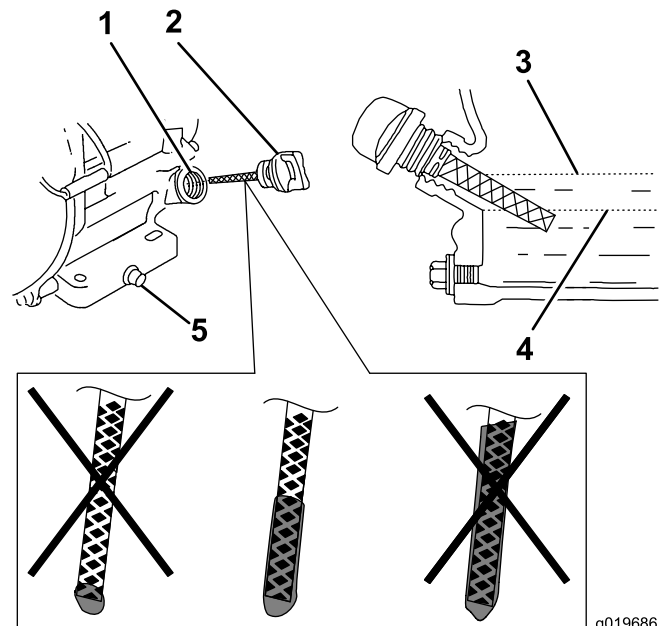

Figura 30
6. Retire la varilla y compruebe el nivel de aceite del motor (Figura 30).